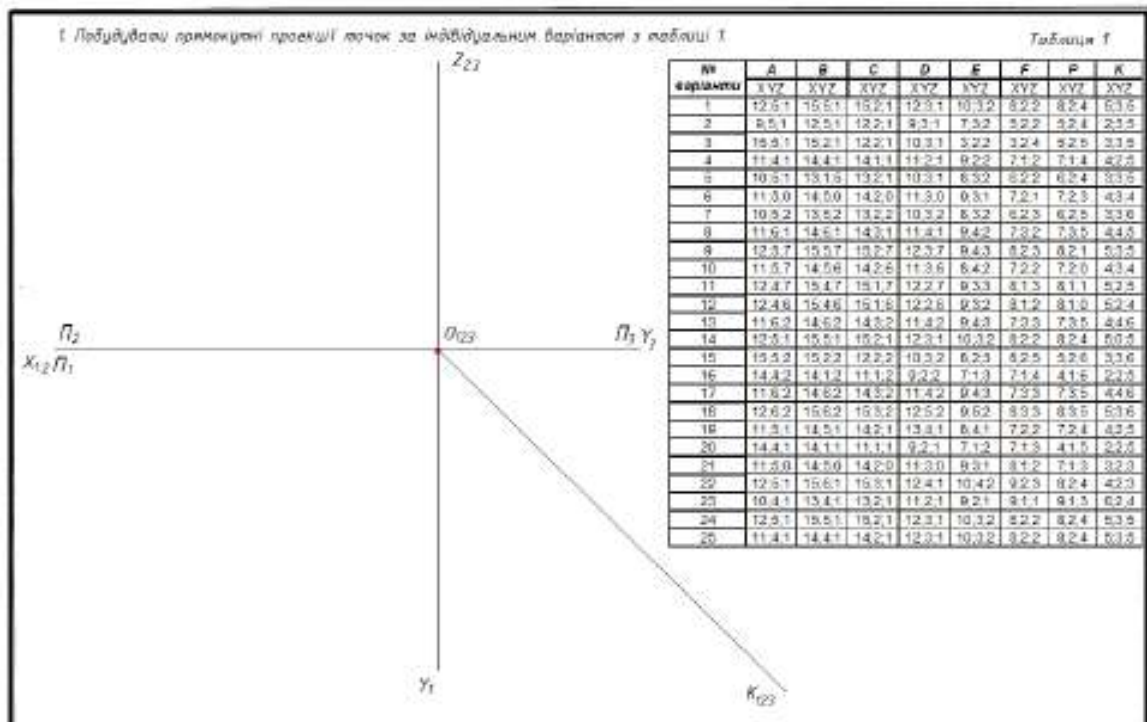

Рис.3 – завдання № 1 в.
2. Студент самостійно виконує за своїм індивідуальним варіантом (по номеру у списку групи) завдання № 1 в. (рис. 3). Треба побудувати ламану лінію на площинах проекцій Π_1, Π_2, Π_3 по заданим координатам x, y, z .